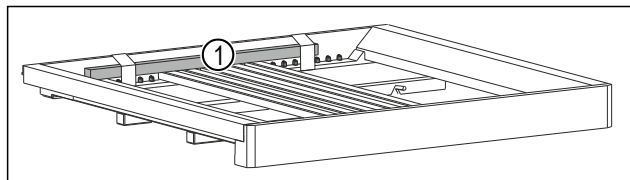

Fig. 7 *
- Rimuovere l'asta in legno Fig. 7 (1).*